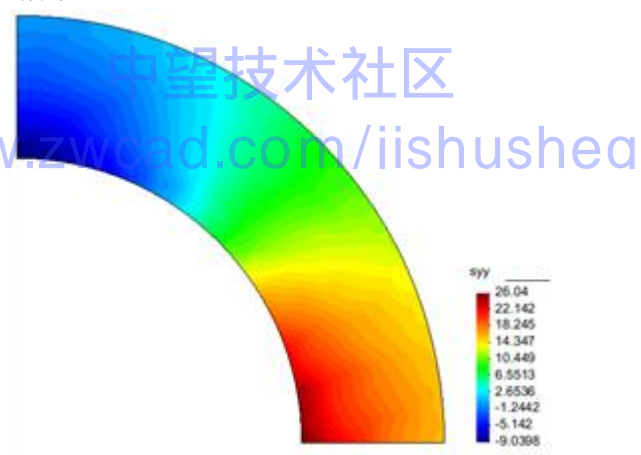

图 2-21
- 2) 点击菜单【结果显示】-【云图】-【stress0】-【syy】显示沿 y 方向的正应力场云图，如图 2-21 所示。